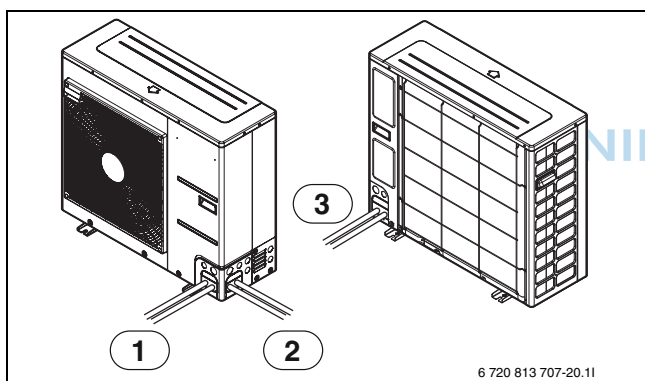

Bild 21
- Rohre können in vier Richtungen angeschlossen werden. Mögliche Richtungen siehe Abbildung (→ Abb. 21 und 22).